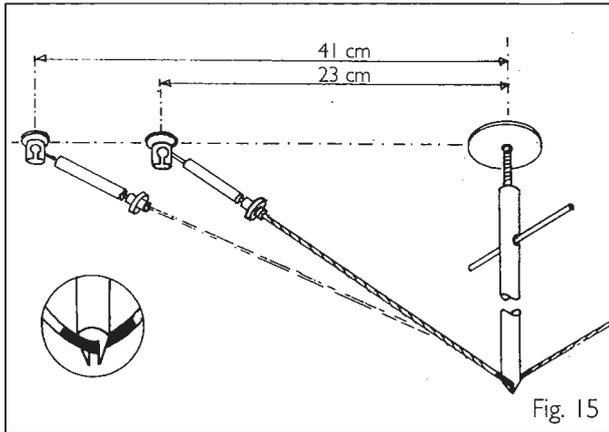

Fig. 15
L'attacco può solo essere montato ad una distanza fra 23 e 41 cm dall'asta (fig. 15). Prima di fissare i cavi infilare l'isolante rosso sui cavi.
**Gli isolanti devono trovarsi nell'incavatura dell'asta! (fig. 15).**